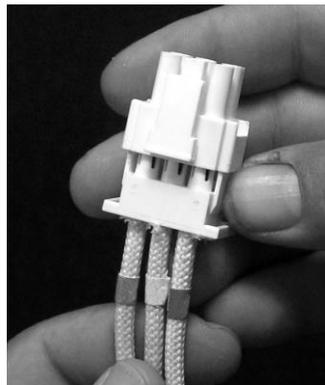

Figure 37
4. A l'arrière de la friteuse, débranchez le connecteur à 6 broches de l'élément gauche (vu de l'avant de la friteuse) ou le connecteur à 9 broches de l'élément droit fixé sur le contacteur. Appuyez sur les languettes de chaque côté du connecteur tout en tirant vers l'extérieur sur l'extrémité libre pour sortir le connecteur et libérer les fils de l'élément (voir Figure 37). Retirez les fils du connecteur et de la gaine du câble.